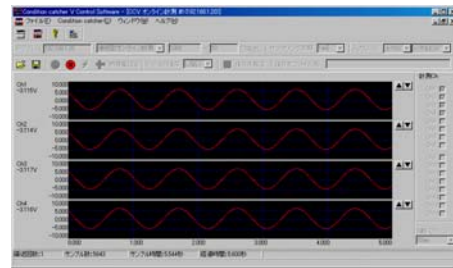
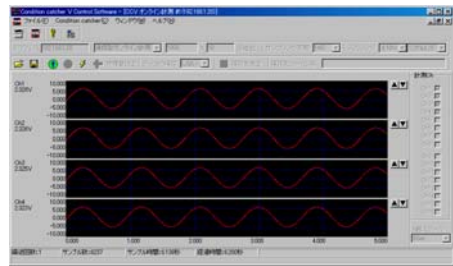

図 29. オンライン計測中の画面
図 30. オンライン計測停止画面
- ④ 計測するチャンネルは波形表示枠右のチェックボックスを操作して、任意のチャンネルを選択可能です。
- ⑤ 計測データをパソコンのメディアへ保存する場合には、『データの保存』で『する』を選択し『保存先ボタン』をクリックして保存ダイアログを開き、ここで保存先と保存ファイル名を指定してください。
- ⑥ ツールバーの『オンライン計測開始』ボタンをクリックすると計測を開始し、モニタに波形を表示します（図 29）。メディアへの保存が有効に設定されている場合には同時に保存も行われます。
- ⑦ 計測中に波形表示の X 軸係数を変更することが可能です。波形表示枠右上の▲▼ボタンで操作してください。
- ⑧ 『オンライン計測停止』ボタンをクリックすると計測を停止し、波形表示をフリーズします。（図 30）
- ⑨ 図 30 の状態から計測条件等を変更するには『波形消去・設定変更』ボタンをクリックしてください。波形が消去され、各種設定の変更が可能となります。